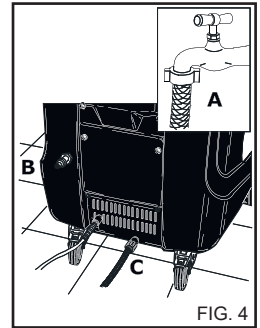

FIG. 4
- 1) De watertoevoerkraan (afb. 4 A) openen.